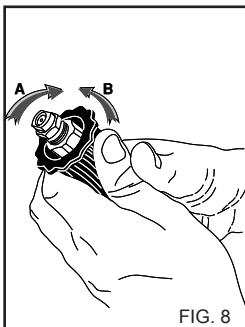

FIG. 8
Para a versão com aspiração de detergente, active o comando de aspiração do detergente presente na lança (fig. 8).
4) Após o uso com detergente, enxágue o circuito de aspiração; introduza o tubo de aspiração (fig. 8) do detergente num tanque de água limpa e ponha a bomba a trabalhar durante 1 minuto com a lança na fase de distribuição de detergente.
UTILIZAÇÃO DA CABEÇA REGULÁVEL (Fig. 8) (Vers. DS)